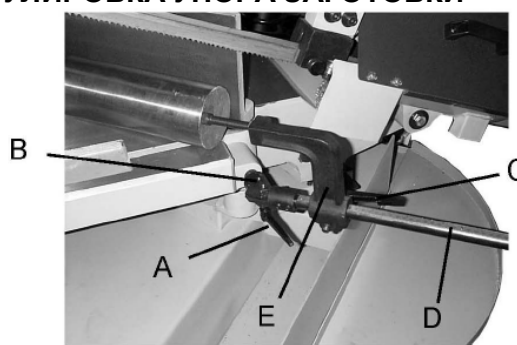

Рис.23
- Разблокируйте рукоятку (А, Рис. 23) и, используя шестигранный ключ (универсальный ключ), ослабьте установочный винт (В, Рис. 23).
- Постепенно толкайте направляйте упор вправо, пока не получите нужный угол, затем затяните установочный винт (В, Рис. 23) и рукоятку (А, Рис. 23).
- Ослабьте рукоятку (С, Рис. 23) и в соответствии со шкалой (D, Рис. 23) отрегулируйте длину упора, перемещая кронштейн (E, Рис. 23).
- Затяните рукоятку (С, Рис. 23).